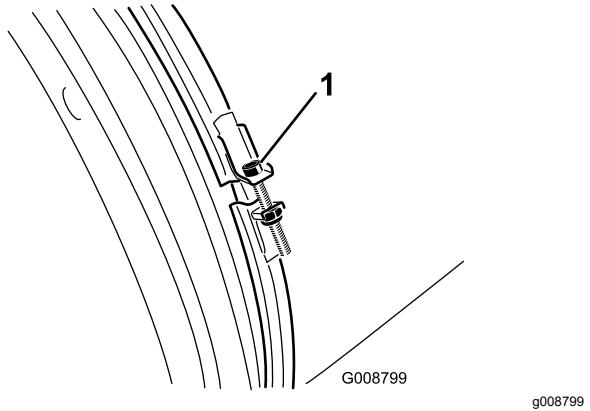

Figura 48
2. Verifique a braçadeira do bico do soprador em termos de sinais de desgaste ou danos (Figura 48).
3. Verifique diariamente a braçadeira do bico para se certificar de que está apertada (Figura 48).